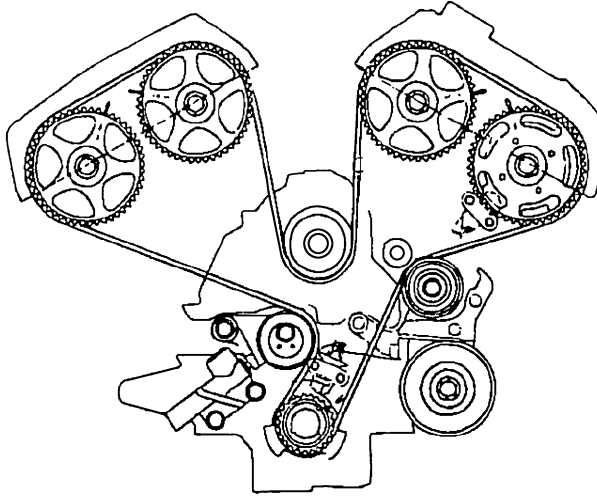

图 31-83 安装正时带
6) 对齐各个正时标记后，按照曲轴链轮-惰轮-排气凸轮轴轮-(左)-进气凸轮轴轮(右)-排气凸轮轴轮(右)-张紧器轮的顺序，安装正时带，如图 31-83 所示。